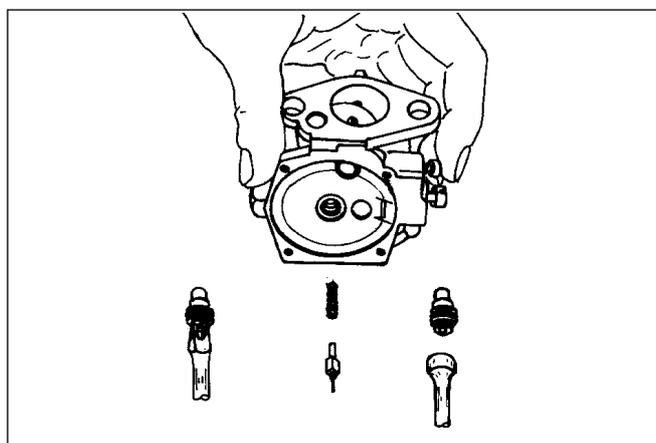

Abb. 6
- Entfernen Sie die Hauptdüse (Nr. 14, 15, 16 und 17) und die Leerlaufdüse (Nr. 10, 11, 12 und 13). Prüfen Sie die Wartungsbedürftigkeit der Teile und ersetzen Sie abgenutzte oder beschädigte Düsen. Bei den derzeitigen Vergasern wird eine feste Hauptdüse (8) eingebaut. Der Einbau dieser Düse erfolgt dichtungslos; die Leerlaufdüse kann dagegen eingestellt werden und besteht aus einer Nadel (10), einer Feder (11), einem O-Ring (12) und einem Dichtring (13).
- Entfernen Sie die beiden Schrauben (26) des Deckels (25), entfernen Sie die Dichtung (23) und die Vergasermembrane (24). Unterziehen Sie Dichtung und Vergasermembrane einer Sichtprüfung. Die Membrane sollte in einwandfreiem Zustand sein, keine Verhärtung und keine Risse aufweisen.
- Bauen Sie das Ventil (18, 19, 20 und 21) mit einem 5/32"-Sechskantschraubenschlüssel (bzw. einem Schlitzschraubendreher beim alten Ventiltyp) aus und entfernen Sie sorgfältig Dichtungsringe, Federn usw. (Abb. 6).